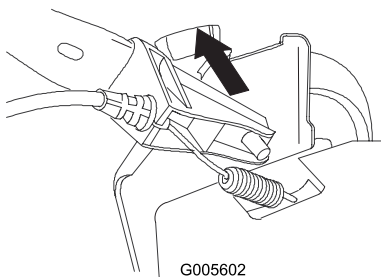

Figure 4
1. L'encoche située à l'extrémité du guidon (A) doit être tournée vers le haut.
2. Montez l'extrémité inférieure gauche du guidon et l'ancrage du câble sur l'ergot situé sur le support gauche du guidon (Figure 4).
Remarque: Utilisez le trou supérieur du guidon (Figure 4).